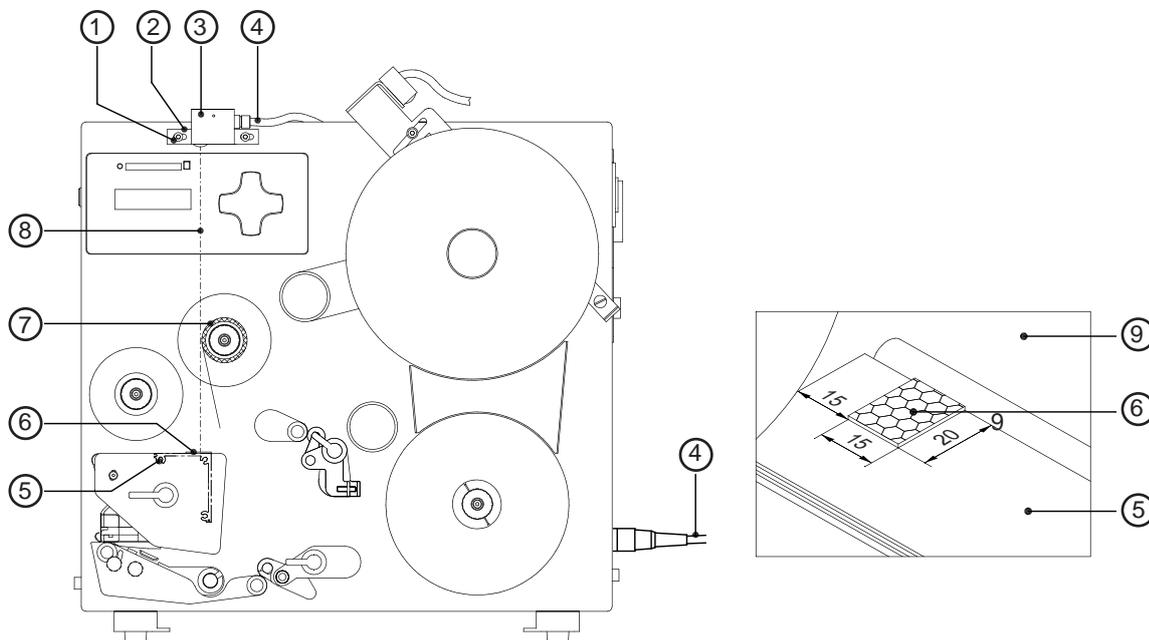

Figure 10e Détecteur de fin de ruban
2. Fixez le support (2) muni du détecteur de fin de ruban transfert (3) avec les vis à cylindres (1) à la paroi de montage.
3. Branchez le câble (4) au connecteur à 3 broches sur l'arrière de l'imprimante.
Retirez la partie siliconée du côté adhésif de la feuille de réflexion (6) et collez cette dernière sur le profilé (5) sous le réenrouleur ruban comme décrit dans la figure 10e.